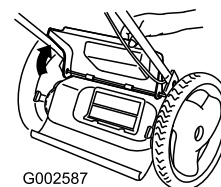

Figure 19
1. Soulevez le volet arrière et gardez-le dans cette position (Figure 19).